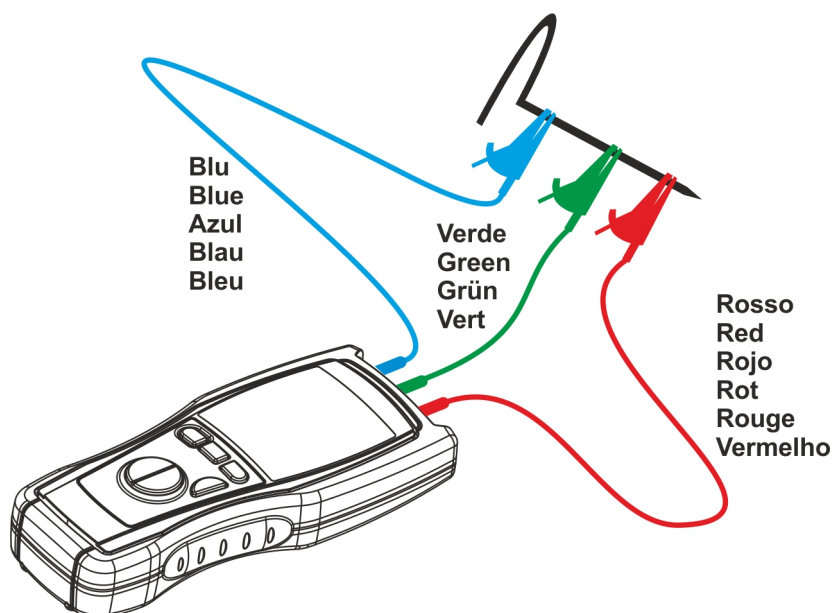

Fig. 5: Connessioni dello strumento per l'azzeramento dei cavi in modalità EARTH-3P
5. Cortocircuitare tra di loro le estremità dei cavi di misura (vedi Fig. 5) prestando attenzione che le parti metalliche dei coccodrilli facciano ben contatto tra di loro. Per ottenere una sicura connessione può essere utilizzato uno dei picchetti in dotazione allo strumento.